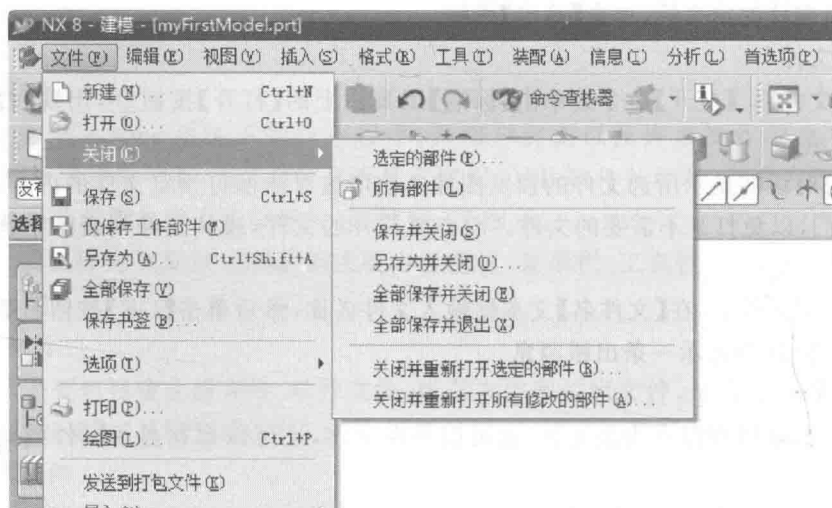

图 1-14 【关闭】子菜单
(4) 关闭文件
① 完成建模工作以后,需要将文件关闭,以保证所做工作不会被系统意外修改。选择【文件】|【关闭】子菜单中的命令可以关闭文件,如图 1-14 所示。